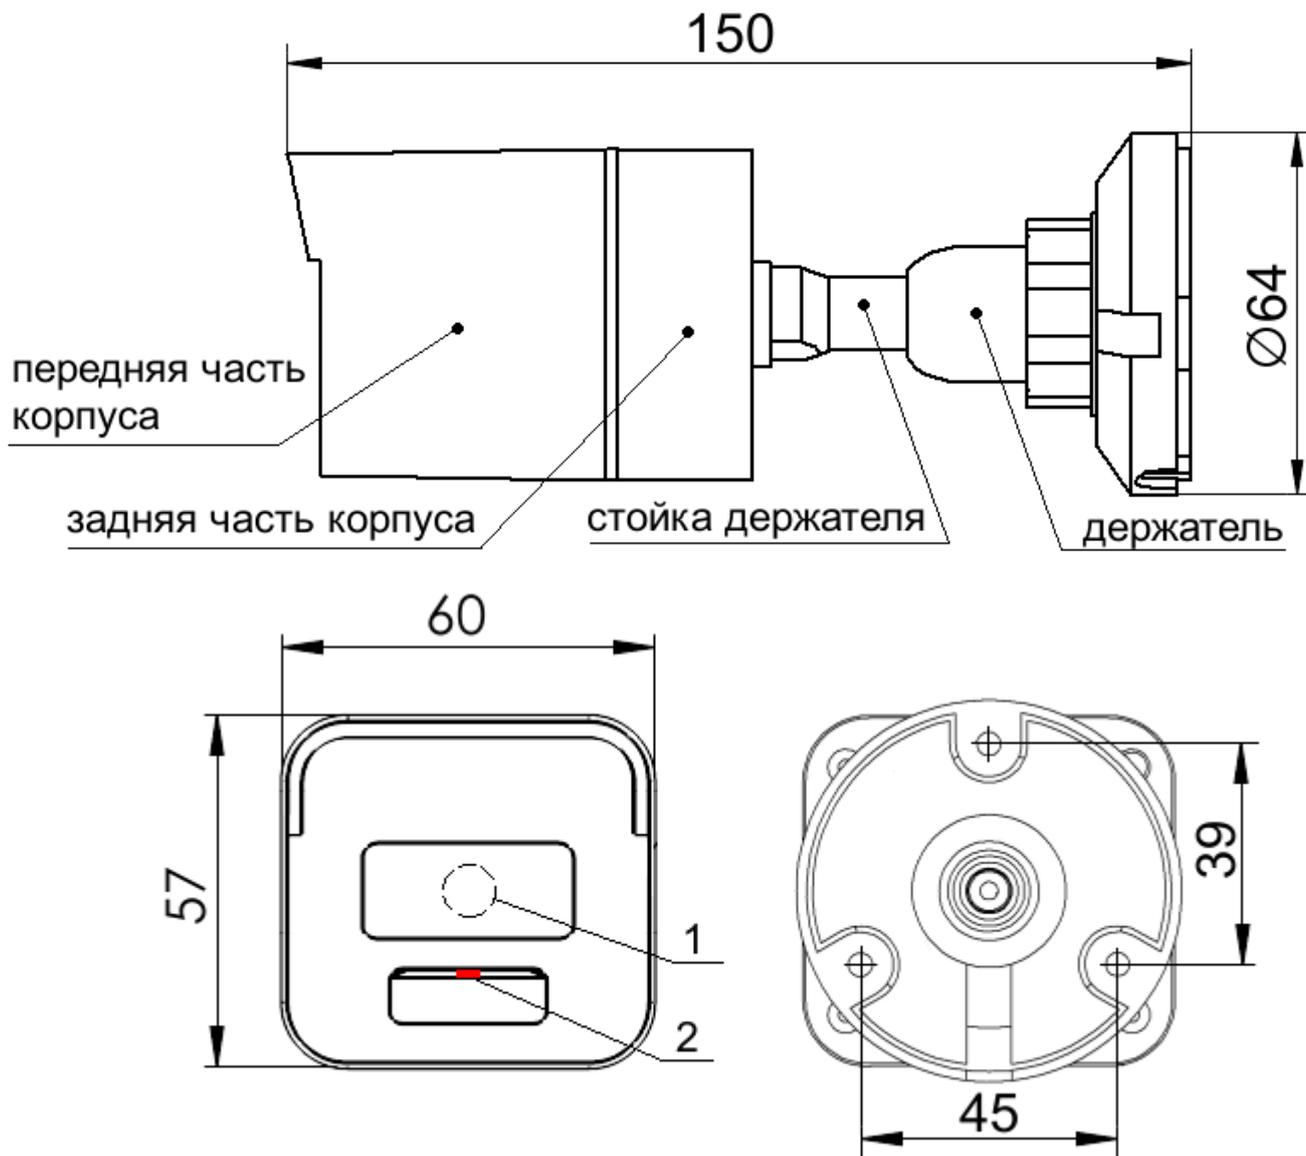

Рисунок 1 – Общий вид извещателя. Цифрами на рисунке отмечены:
1.4.4 Передняя и задняя части корпуса соединены винтами через герметизирующий вкладыш. В торце передней части корпуса находится два оптических окна. В верхнем окне герметично закреплён защитный пластиковый фильтр, закрывающий фотоприёмник (рисунок 1, отметка 1). В нижнем – вклеено прозрачное стекло, закрывающее светодиод индикации (рисунок 1, отметка 2). В передней части корпуса на латунных стойках установлена печатная плата с элементами.
Взаимодействие пользователя с извещателем (в том числе, получение извещений по событиям) осуществляется двумя способами: информационный обмен с КДЛ (через ДПЛС) и посредством красного светодиода на плате извещателя (рисунок 1, отметка 2). Извещения по событиям дублируются по обоим каналам.
1.4.8 Светодиод (рисунок 1, отметка 2) обеспечивает прямую индикацию состояний извещателя и одновременно является приемником сигнала следующих лазерных тестеров: «ДИП-ТЕСТ» фирмы «Болид», «Астра-941», «Астра-942» фирмы «ТЕКО», «ЕСО1000RTU/S300RTU» фирмы «System Sensor» (дистанция не более 3 метров).